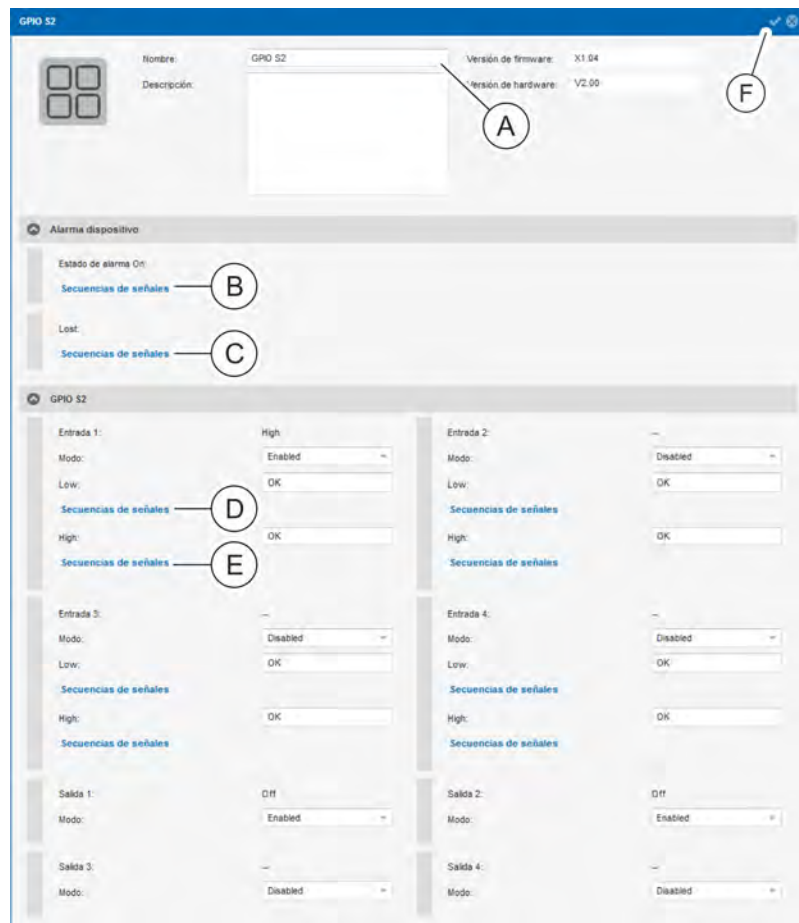

Fig. 130: Menú "Estado" – pestaña "Sensores" (vista detallada)
6. ➤ En caso necesario, cambie el nombre del módulo GPIO seleccionado y añada una descripción (Fig. 130/A).
7. ➤ En caso necesario, asigne una secuencia de señales a la entrada correspondiente a la señal Low con el botón "Secuencias de señales" (Fig. 130/C).
11. ➤ En caso necesario, asigne una secuencia de señales a la entrada correspondiente a la señal High con el botón "Secuencias de señales" (Fig. 130/E) (de forma análoga a los pasos 8–10).
12. ▶ En el campo "Alarma dispositivo", configure una secuencia de señales para "Estado de alarma Lost" y para "Estado de alarma OK" en caso necesario. Para ello, haga clic en el botón "Secuencias de señales" (Fig. 130/Ⓔ o bien Ⓒ).
14. ▶ Guarde la configuración con el botón "Guardar" (Fig. 130/Ⓔ).